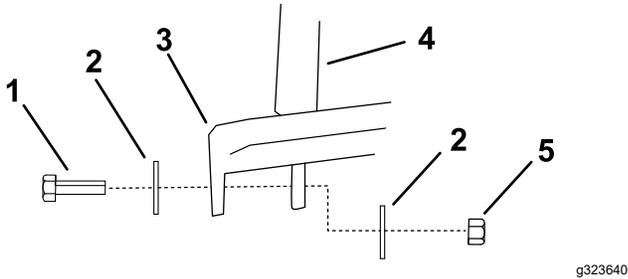

Figura 6
2. Instale los 2 tubos laterales del bastidor en el tubo trasero del bastidor (**Figura 5** y **Figura 6**).